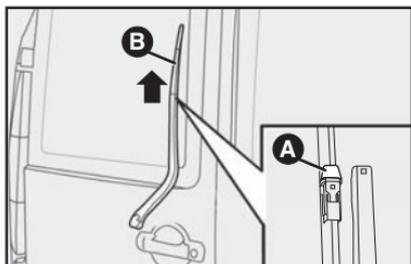

fig. 27
3) Para substituir apenas a palheta, pressionar a trava A-fig. 27 e puxar a palheta B-fig. 27 no sentido da seta.